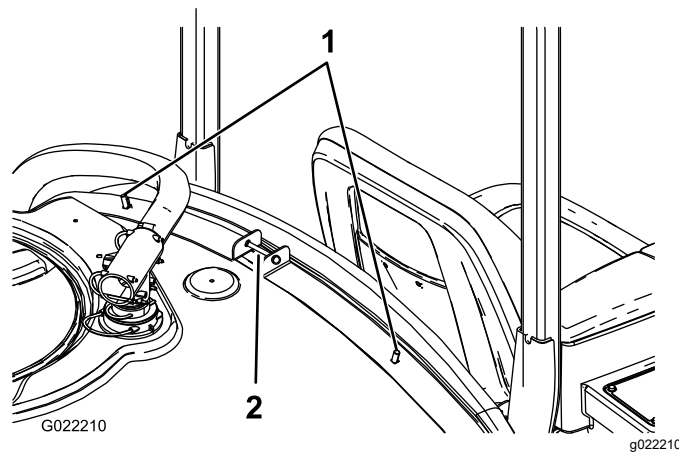

Рисунок 1
2. Установите 2 каретных болта в верхние внутренние отверстия передних хомутов бака (Рисунок 1).